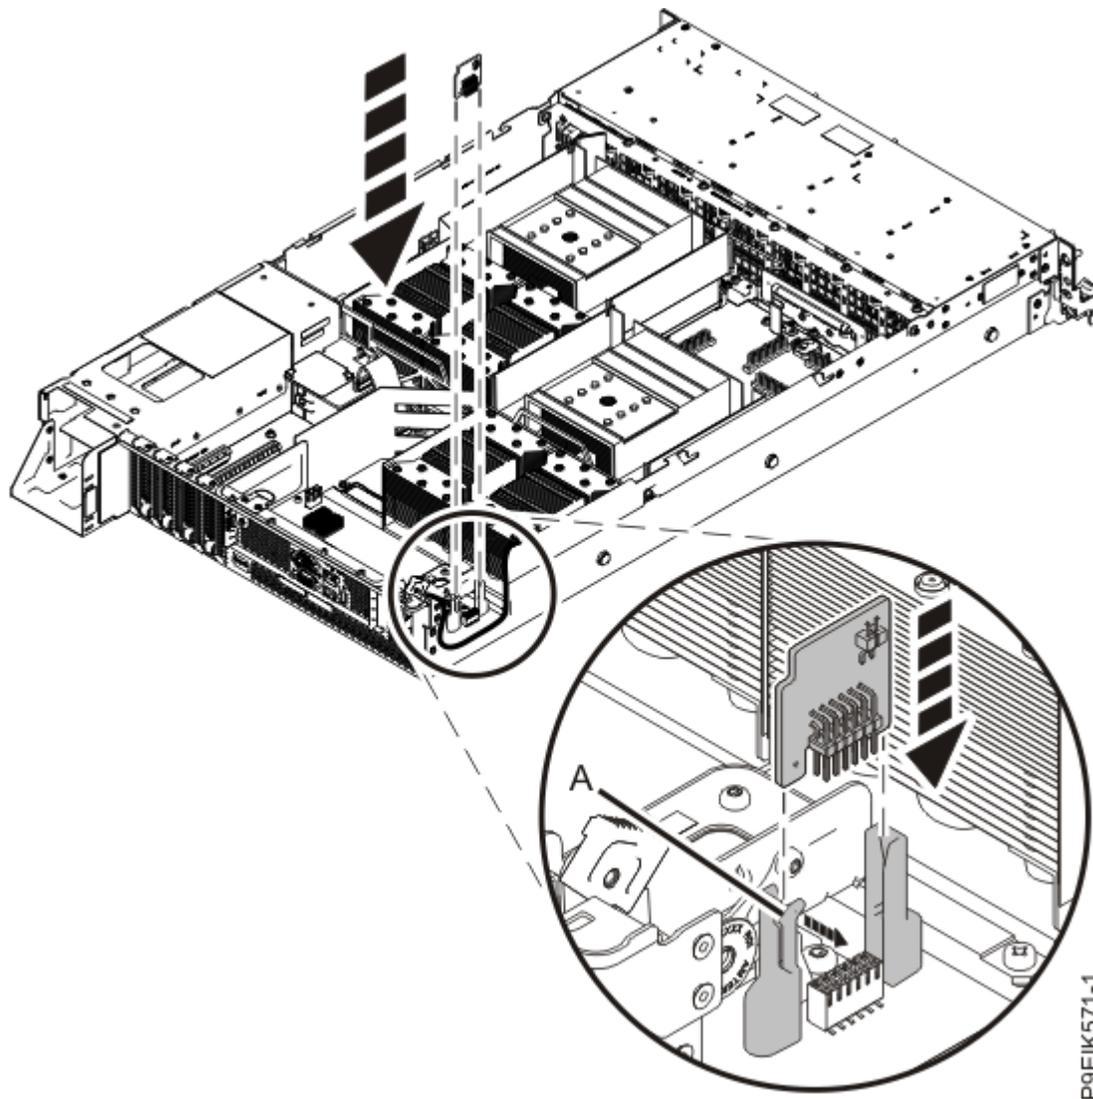

図 166. Trusted Platform Module の取り替え
2. Trusted Platform Module をプラスチック製のガイドの位置に合わせてシステム・バックプレーンにまっすぐに差し込み (184 ページの図 166 を参照)、Trusted Platform Module が完全に装着されて、レバー (A) が音を立てて所定の位置に収まったことを確認します。